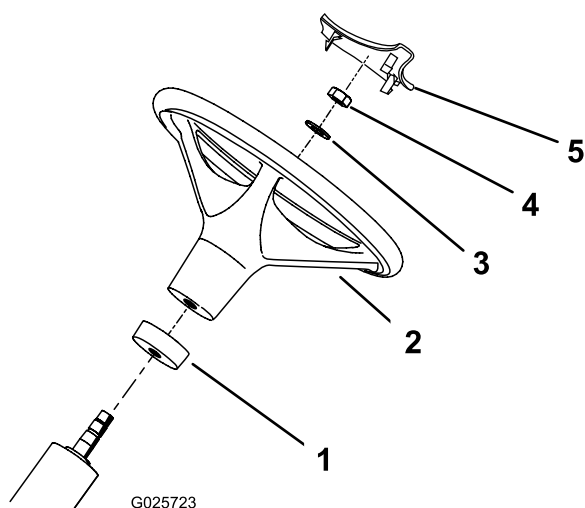

Figura 2
2. Deslice el collar de gomaespuma (empezando por el extremo más pequeño) sobre la columna de dirección (Figura 2).
3. Deslice el volante sobre la columna de dirección (Figura 2).
4. Fije el volante a la columna de dirección con una arandela y una contratuercas (Figura 2).
6. Coloque el embellecedor en su posición en el volante y presione para sujetarlo (Figura 2).